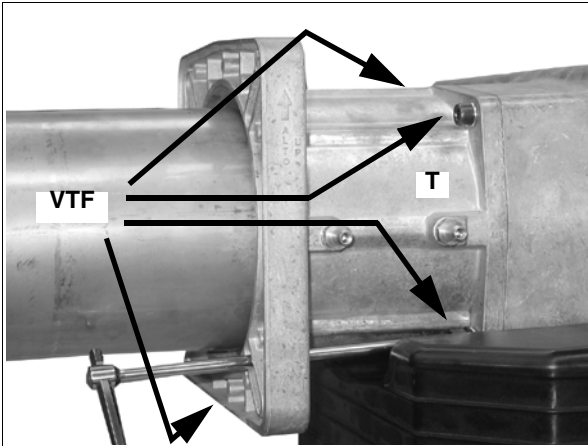

Рис. 4
- 2 Снять патрубок с фланцами **T**, отвинтив 4 винта **VTF** (Рис. 4).